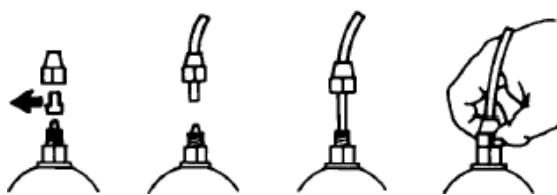

Рис. 7
e. – Зніміть захисні ковпачки з двох ніпелів, пропустіть шланг через гайку, одночасно проштовхуючи і обертаючи, вставте шланг в конічний з'єднання ніпеля (зажим шланга). Поворотом гайки зафіксуйте шланг. (Рис. 7)